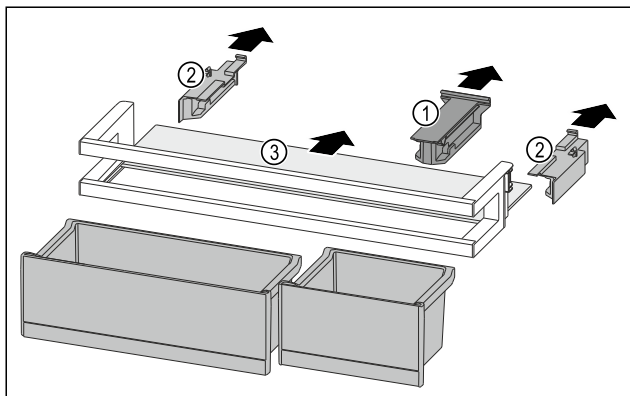

Fig. 202
- Estrarre l'elemento di tenuta Fig. 202 (1).
- Togliere gli elementi laterali Fig. 202 (2).
- Rimuovere il ripiano Fig. 202 (3).